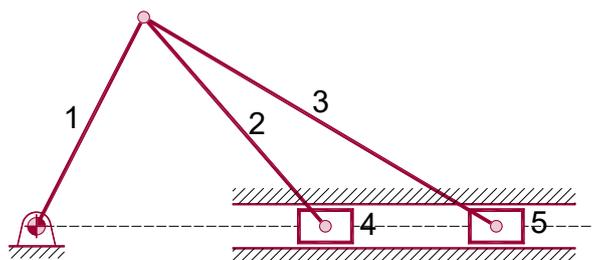

Figura. 11
11. Para o mecanismo mostrado na **figura 11**, supondo conhecidos o deslocamento e a velocidade angular da barra **1**, determine a velocidade relativa entre as barras seguidoras **4** e **5**, considerando-se que as barras **1**, **2** e **3** têm comprimentos **a**, **b** e **c** respectivamente.